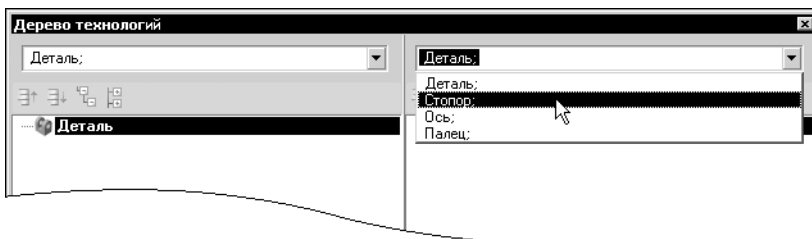

Рис. 9.37. Выбор ТП-аналога
5. В другом окне выберите один из загруженных ТП-аналогов (рис. 9.37).